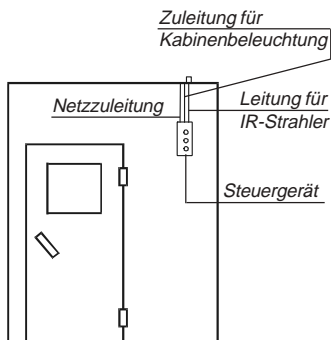

Abb. 4
2. Elektrische Installationen (siehe Abb. 4)